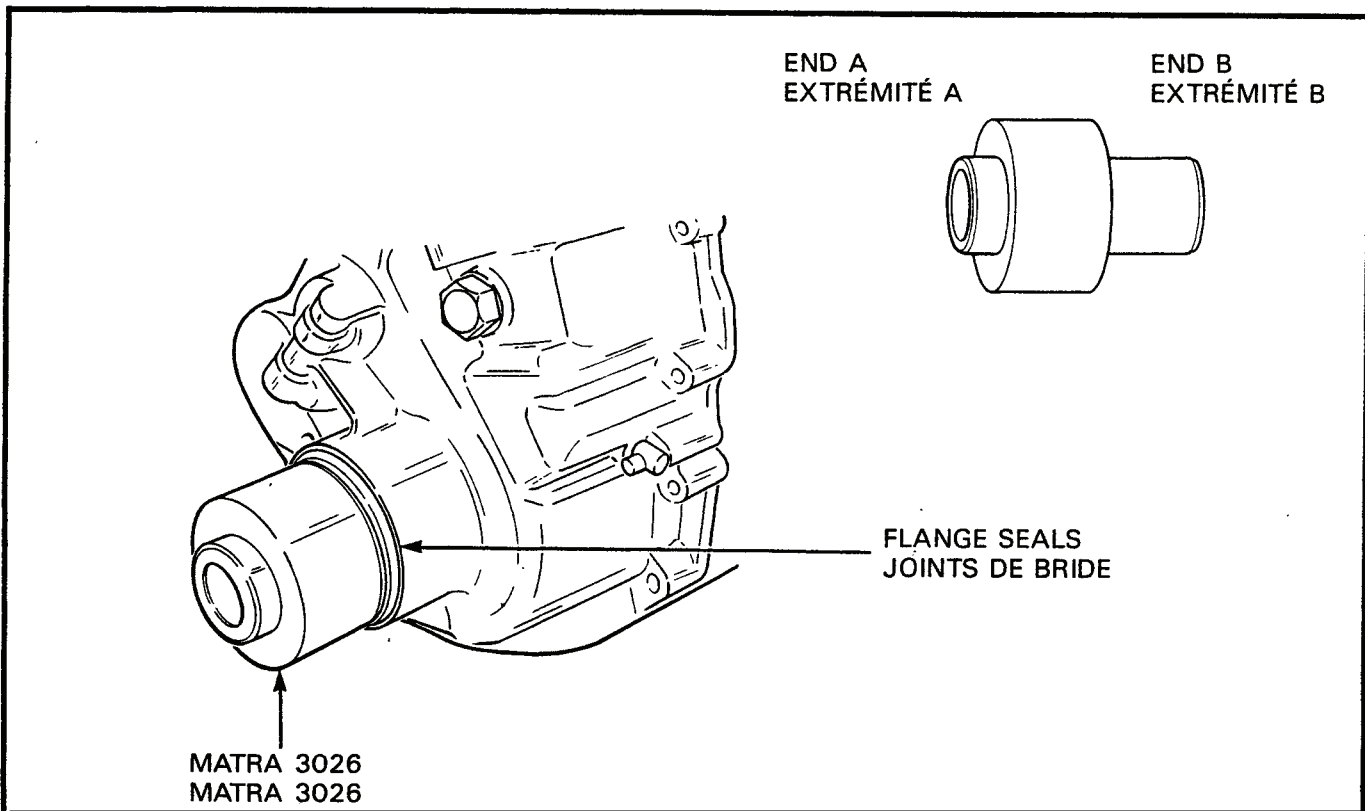

Figure 3-1-11 Installation of Propeller Shaft Drive Flange Seals
- c. Using end "A" of installer Matra 3026, install the inner seal with the spring facing inward, over the shaft and into the housing, see Figure 3-1-11.
- c. Au moyen de l'extrémité "A" de l'outil d'installation Matra 3026, installer le joint intérieur avec le ressort vers l'intérieur, sur l'arbre et dans le carter. Voir figure 3-1-11.